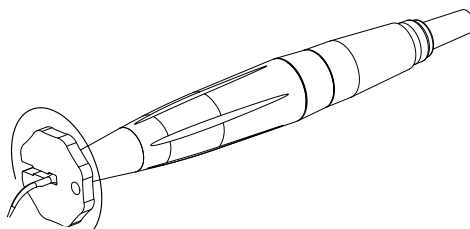

Abb. 5 Festziehen der Spitze mit Schraubenschlüssel
3. Die Spitzen vor Gebrauch sterilisieren (Kapitel 6 „Sterilisation und Ersatzteile“). Die ausgewählte Spitze aufsetzen und mithilfe des mitgelieferten Schraubenschlüssels nur mäßig anziehen (Abb. 5 unten).